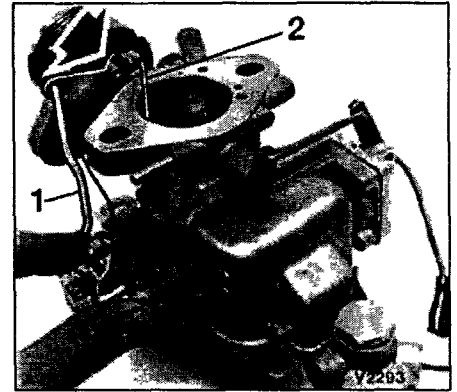

Рис. 4.15 Регулировка пусковых оборотов
- Размер сверла записан в Спецификациях (рис. 4.15).